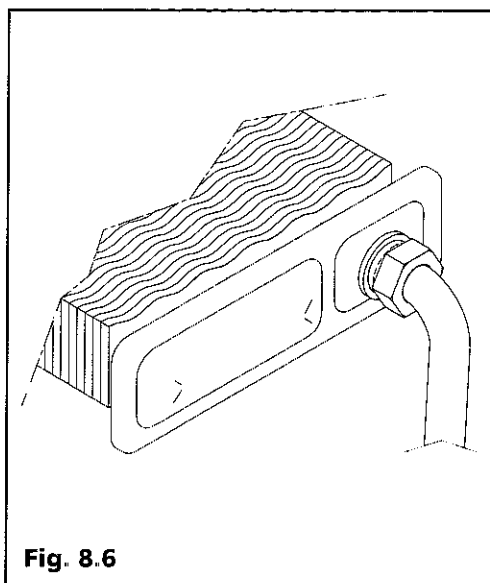

Fig. 8.6
8.6 Scambiatore di calore principale (Fig. 8.6)
Scollegare quindi le due rampe laterali di collegamento idraulico (fig. 8.6): lo scambiatore può ora essere estratto dalle slitte dove appoggia.